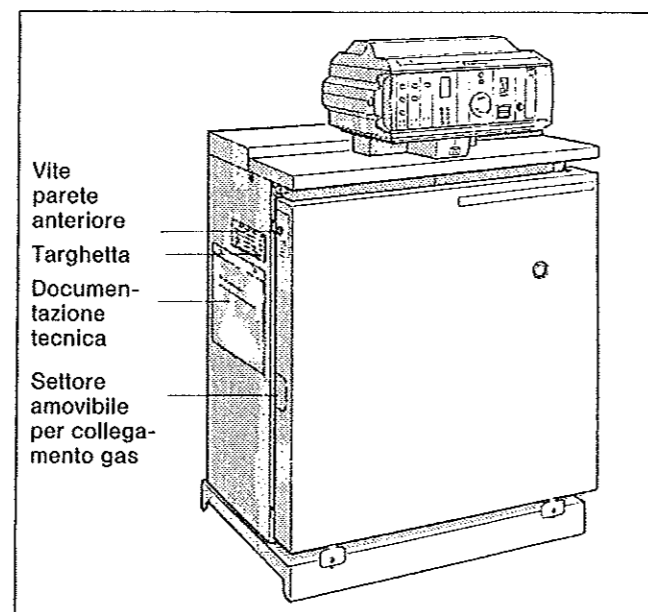

Fig. 18: G_224 L
- Togliere uno dei due settori amovibili per il collegamento del gas indifferentemente dal lato, destro o sinistro del pannello frontale, sul quale si decida di intervenire (Fig. 18).
- Avvitare le viti di sicurezza che si trovano sulla sinistra e sulla destra della parte superiore del pannello frontale della caldaia (Fig. 18).
La targhetta e la busta trasparente con la documentazione tecnica (Fig. 18) vanno spostate dal fianco sinistro della caldaia a quello destro, qualora risultassero meglio visibili.